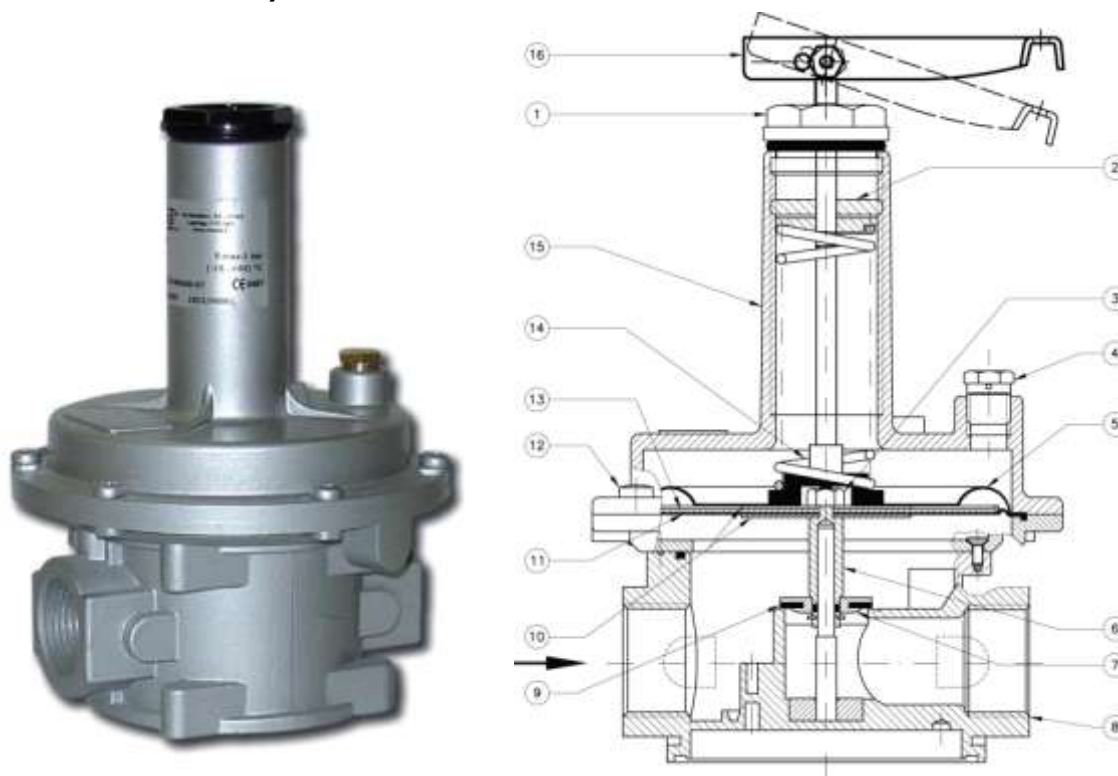

Рис. 1
Клапан (рис. 1) состоит из: алюминиевый колпачок (1); регулировочный винт (2); гайка блокировки мембраны (3); пылезащитный колпачок (4); защитная мембрана (5); центральный шток (6); затвор (7); корпус (8); прокладка (9); диски мембраны (10); рабочая мембрана (11); винты крепления (12); верхний диск мембраны (13); пружина регулирующего устройства (14); раструб (15); рычаг принудительного открытия клапана\* (16).